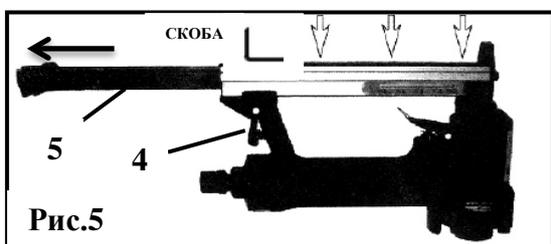

Рис.5
- Вставьте скобы в магазин 5 как показано на рис.5.